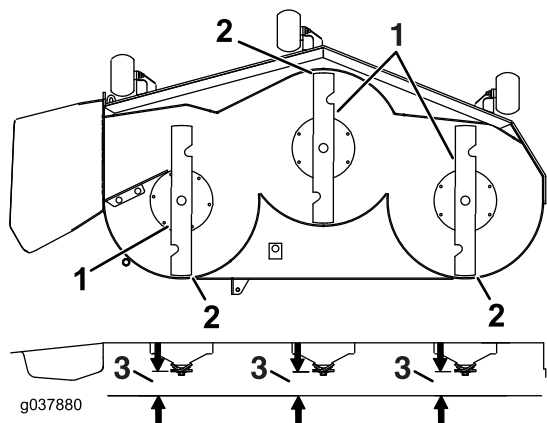

Figura 84
7. Controllate il livello della lama in direzione longitudinale (Figura 84). Accertate che la punta della lama anteriore sia più bassa della punta della lama posteriore mostrata nella tabella dell'angolo di spoglia e dell'altezza del blocco. Per eventuali regolazioni, continuate la procedura.